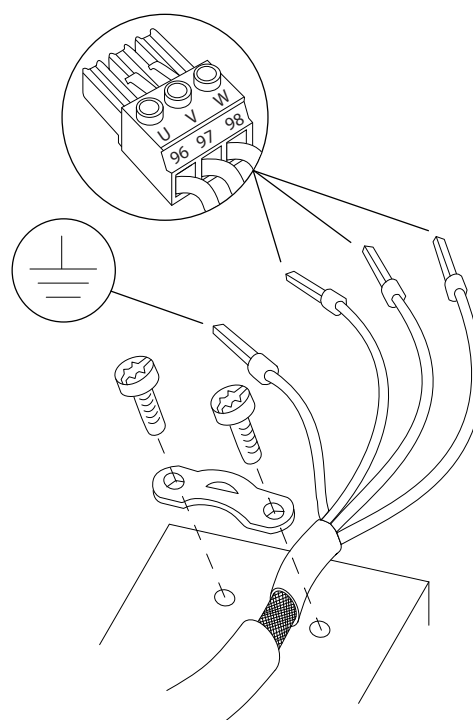

Ilustración 2.4 Conexión del motor
3. Conecte el cable de toma a tierra al terminal de conexión a tierra más cercano, según las instrucciones de conexión a tierra que aparecen en el capítulo «Conexión a tierra» de la Guía de funcionamiento del VLT® Midi Drive FC 280. Consulte el Ilustración 2.4.
4. Conecte el cableado del motor trifásico a los terminales 96 (U), 97 (V) y 98 (W), como se muestra en la Ilustración 2.4.